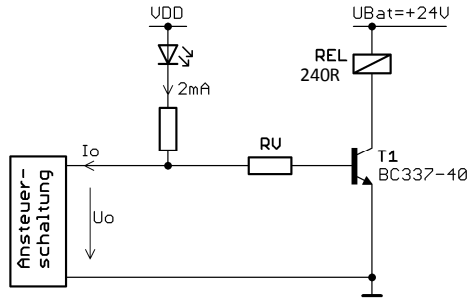

Abb. 2.1: Schaltung
- a1) Ermitteln Sie den Basisstrom von T1 für „statisch Ein“ (Worst-Case; Übersteuerungsfaktor $m = 3$; U_{CEsat} vernachlässigt). (3)
- a2) Modifizieren Sie die Schaltung in Abb. 2.1 ggf. so, dass T1 sicher sperrt („Aus“). Si-Dioden: $U_{Th} = 0,5 V$. (4)
- a3) Ermitteln Sie den maximalen Wert des Basisableitwiderstands RBE bei $\vartheta_a = +75^\circ C$. (3)
- b1) Ermitteln Sie RV ($U_{BEsat} = 0,7 V$). (3)
- b2) Wählen Sie einen Wert aus der IEC-Reihe E12: RV_{E12}. Prüfen Sie I_O. (2)
- c1) Welcher Schaltvorgang gefährdet T1? (1)
- c2) Zeichnen Sie in Abb. 2.1 eine Freilaufdiode (D2) ein. (2)
- c3) Geben Sie die Mindestwerte für $U_{R,max}$ und $I_{F,max}$ von D2 an. (2)